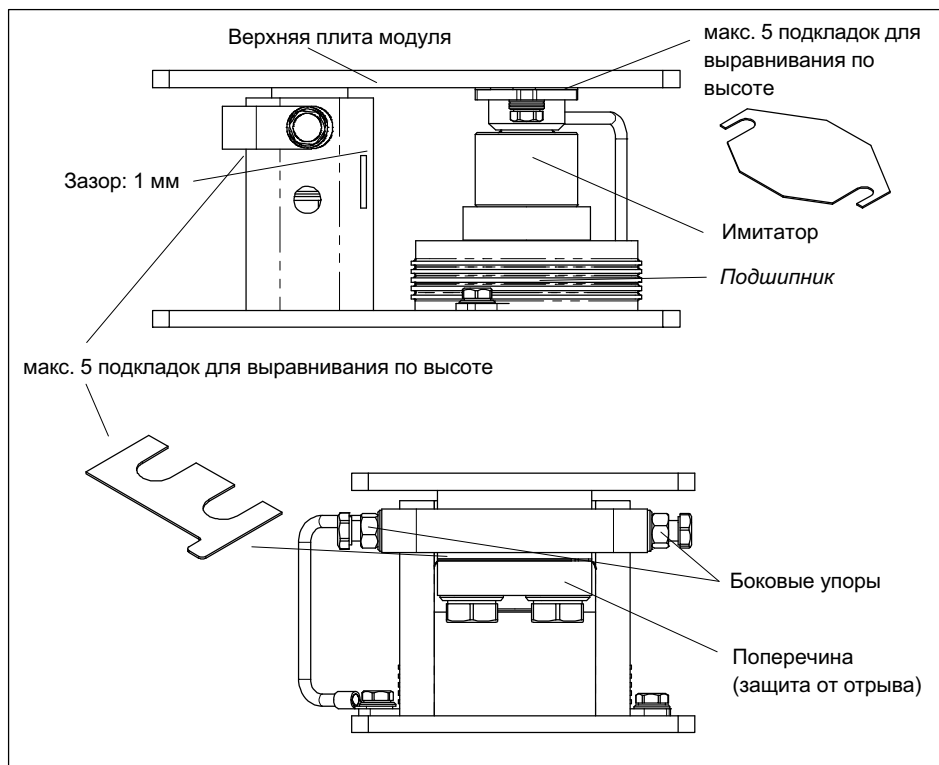

Рис. 4.2 Монтаж уравнивательных подкладок в модификации на 10 т ... 33 т
Монтаж весовых тензодатчиков с номинальной нагрузкой 10 т, 22 т и 33 т (см. Рис. 4.2)
- Выровнять модуль по вертикали, подложив или убрав пять уравнильных подкладок толщиной 1 мм над прижимом весового тензодатчика (см. Рис. 4.2)